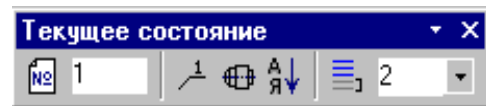

Рис.8
44. Установите курсор на любую строку раздела **Детали** и на панели Текущее состояние выставите **количество резервных строк** равным **0** (рис.8).